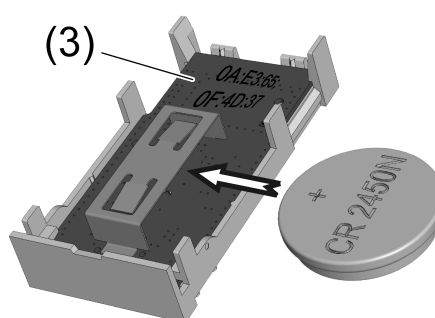

Imagen 3: Colocar la pila
- Desplazar la pila e introducirla en el soporte para la misma (Imagen 3). Tener en cuenta la polaridad: El polo positivo de la batería debe colocarse arriba.
- Anotar la dirección MAC (3) (Imagen 3). La dirección es necesaria para asignar el elemento de mando.
- Registre la dirección MAC (3) (Imagen 3) en el campo de entrada.